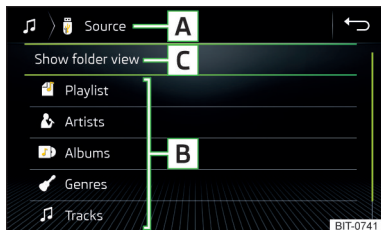

Abb. 178
**Multimedia-Datenbank** » Abb. 178